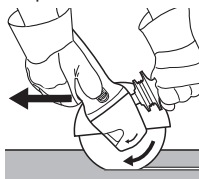

Fig. 3
- ◆ Pendant le tronçonnage, toujours travailler en sens opposé à celui de la rotation (voir la figure 3). Il y a sinon risque que la machine sorte brutalement du trait de scie. Travailler en exerçant une avance modérée, adaptée au matériau à usiner. Veiller à ne pas coincer l'appareil, à ne pas appuyer, à ne pas exercer de mouvement pivotant.